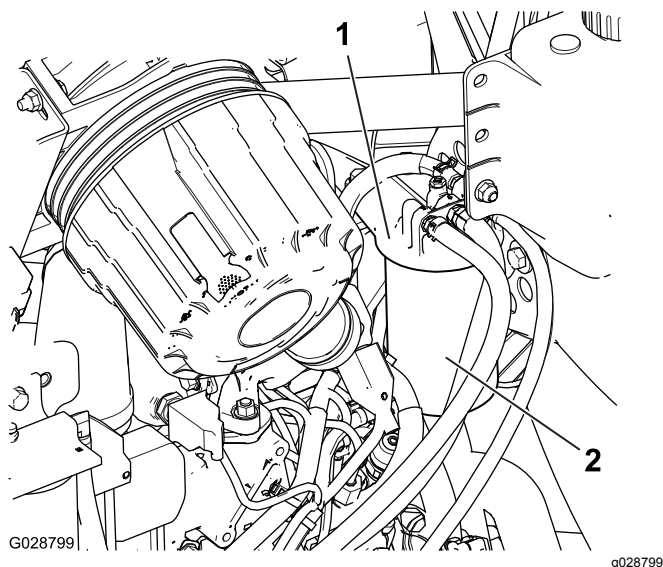

Figure 72
1. Nettoyez la surface autour de la tête du filtre à carburant (Figure 72).
2. Déposez le filtre et nettoyez la surface de montage de la tête du filtre (**Figure 72**).